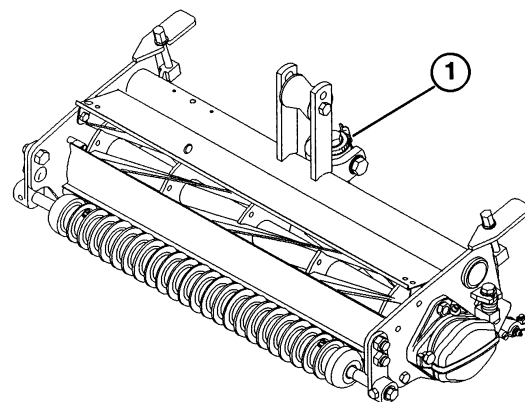

Bild 1
EINSTELLEN—UNTERMESSE- SPINDELMESSERKONTAKT (Bild 1 & 2)
2. Sicherstellen, daß der Kontakt abgenommen wird, in dem das Untermessereinstellrad im Gegenuhrzeigersinn gedreht wird (Bild 1).